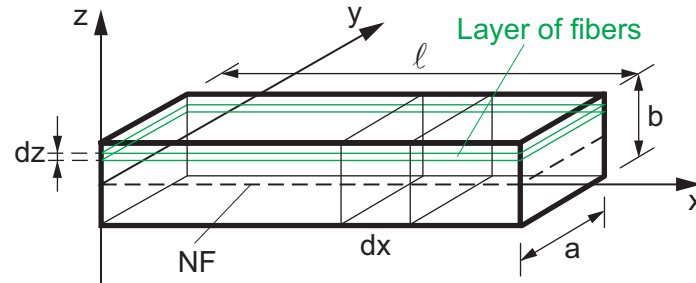

Fig. 5: Biegung / Deflection
Eine elementare Herleitung der Gleichung (2) stammt von J. Bernoulli (1750). Sie beruht auf folgenden Überlegungen. Man denkt sich den Stab in dünne Faserschichten aufgeteilt, welche parallel der xy-Ebene liegen sollen (Abb. 5). Unter ihnen befindet sich eine sog. neutrale Faser (NF), welche bei reiner Biegung keine Längenänderung erleidet. Wirkt am freien Ende des einseitig eingespannten Stabes die Kraft K nach unten, so werden alle Fasern oberhalb NF verlängert, unterhalb verkürzt. Bernoulli legte nun seinen Überlegungen die Annahmen zu Grunde, dass einerseits die Fasern sich gegenseitig nicht beeinflussen und dass andererseits ein zur Stabachse senkrechter Querschnitt auch während der Deformation senkrecht zu ihr steht. Die neutrale Faser NF enthält in dieser Näherung die Stabachse.
An elementary derivation of equation (2) comes from J. Bernoulli (1750), based on the following consideration. The rod is divided into layers of fibers parallel to the x-y plane as shown in fig. 5. One of them is a so-called Neutral Fiber (NF), which suffers no change in length when the cantilever is subjected to bending. The force K acting on the free end of the cantilever compresses all the fibers below the NF and extends all those above. The NF hence defines the neutral axis. Bernoulli assumes that all fibers are independent and therefore any cross-section of the rod is perpendicular to the neutral axis during bending.